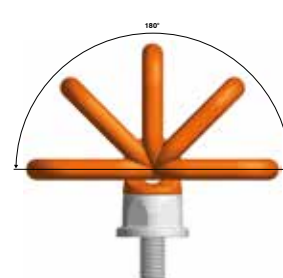
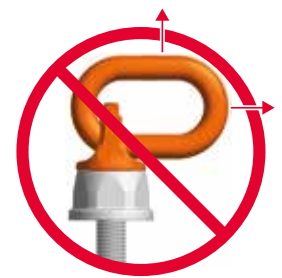

Bild 1: erlaubt
Bild 2: nicht erlaubt
Belastung: Tragfähigkeit lt. Prüfzeugnis bzw. Tragfähigkeitstabelle in den angegebenen Zugrichtungen – siehe Bild 1.
Sonstiges: Die Anschlagpunkte sind zwar kugelgelagert, aber um ein Verklemmen des Ringes zu vermeiden wird empfohlen, den Ring vor der Belastung in die erlaubte, erforderliche Zugrichtung auszurichten (Bild 1). Dies gilt insbesondere beim Heben der Last mit Mehrstrangehängen. Bei nicht ausgerichtetem Ring (unerlaubte Belastung nach Bild 2) könnte sich der Ringhalter unter Last schlagartig ausdrehen, und es kommt zu erheblicher Gefahr für Last und Personen.
- Belastung darf nur in der vorgegebenen Richtung (siehe Bild 1) mit der Tragfähigkeit lt. Tabelle erfolgen.
- Zugrichtung nicht im vorgegebenen Bereich lt. Bild 1 liegt.